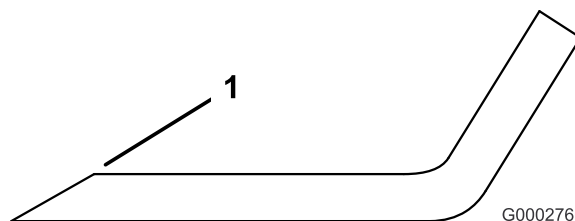

Figura 87
3. Controllate i taglienti di tutte le lame, e affilatele se fossero ottusi o scheggiati. Affilate soltanto la parte superiore del tagliente e mantenete l'angolo di taglio originale per garantire l'affilatezza (Figura 87). La lama rimane bilanciata soltanto se viene rimossa una quantità uguale di metallo da entrambi i taglienti.